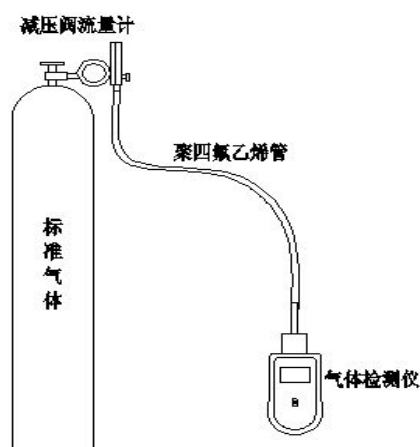

图 17（标定过程气路连接方式示意）
- ①：首先根据图 17 中的示意连接气路。
- ②：进入量程标定界面，输入标准气体的浓度到“设定值”。
- ③：以 500mL/min 的流量释放标准气体到检测仪中，之后可以观察到“实时浓度”值会逐渐的变大，30 秒后其数值趋向于稳定。
- ④：当“实时浓度”稳定时就可以确认量程标定了，单击“开/关机键”，检测仪自动计算参数，完成之后可以看到“实时浓度”与“设定值”的数值一样或者误差很小。
- ⑤：标定完成，关闭标准气体，返回到检测主界面之下。